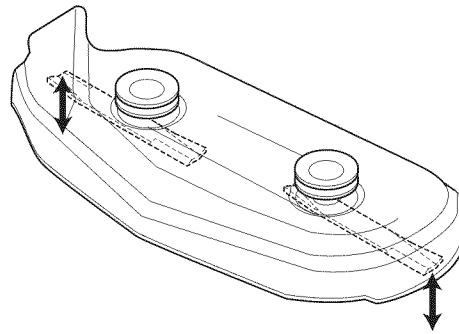

Figura 37. Orientar las Aspas de un Lado a Otro
4. Ajuste la altura de corte a posición media. Coloque las aspas de la podadora de modo que apunten de un lado a otro (Figura 37).